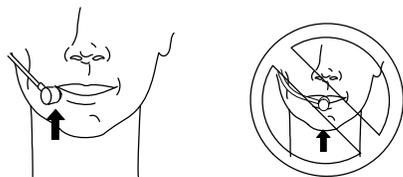

FIGURA 5. POSIÇÃO DO MICROFONE DE
2. Posicione o microfone sobre a curva de sua boca, afastado aproximadamente 1/2 de polegada. Veja a Figura 5.